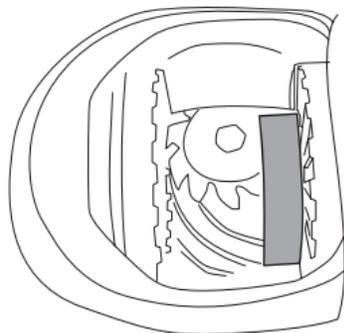

Рис. 4
5. а. Установите дистанционное кольцо (Рис. 4).